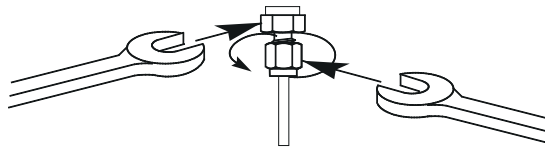

図 15 最終の締め付け
- 8 1/8 インチ (3.175 mm) Swagelok フィッティングには、7/16 インチ (1.111 cm) のスパナ 2 本を使用し、フィッティングを 3/4 回転締めます (図 15)。
1/4 インチ (6.350 mm) フィッティングには、9/16 インチ (1.429 cm) のスパナ 2 本を使用し、1-1/4 回転締めます (図 15)。